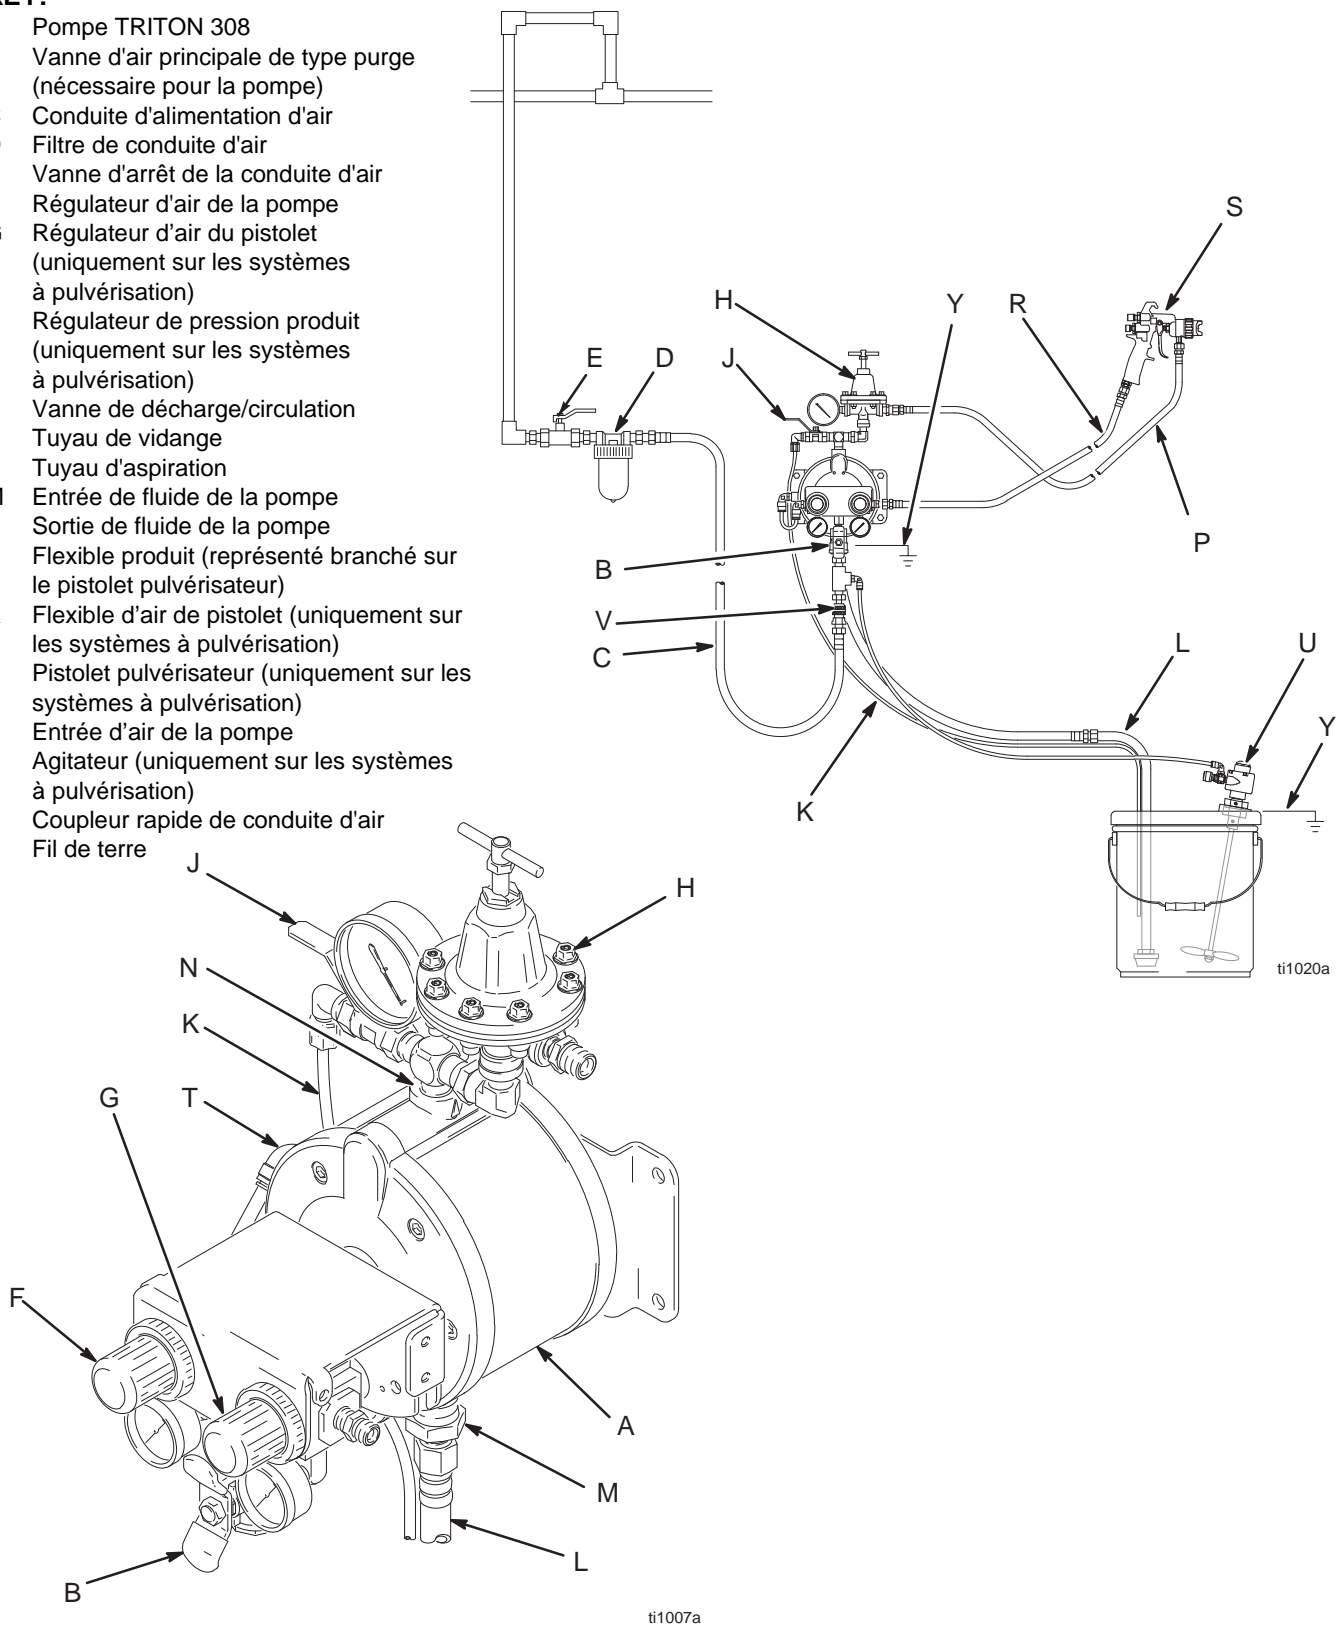

FIG. 2
- La Fig. 2 présente un pulvérisateur HVLP à montage mural. Il s'agit là d'un simple guide pour vous aider à choisir et monter les éléments du système. Contactez le distributeur Graco pour obtenir une assistance lors de la conception d'un système répondant à vos besoins.
Une vanne d'air principale de type purge (B) doit être montée sur votre système pour décharger l'air prisonnier entre cette vanne et la pompe. Consultez la FIG. 2. Cet air prisonnier peut provoquer un fonctionnement inattendu de la pompe et provoquer ainsi des blessures graves, y compris des projections dans les yeux ou sur la peau, des blessures dues à des pièces en mouvement ou une intoxication avec des produits dangereux.
1. Installez les accessoires de la conduite d'air comme indiqué dans la FIG. 2. Fixez ces accessoires au mur ou sur un support. Assurez-vous que la conduite d'air qui alimente les accessoires est électro-conductrice.
- a. La régulation de la pression du produit peut se faire de deux manières, soit en réglant l'arrivée d'air à la pompe à l'aide du régulateur d'air (F) soit en réglant la sortie du produit à l'aide du régulateur de produit (H).
- b. Placer la vanne d'air principale de type purgeur (B) près de la pompe pour libérer l'air emprisonné. Consultez l'**AVERTISSEMENT** à gauche. Placez une autre vanne d'air principale (E) en amont de tous les accessoires de la conduite d'air pour isoler ces derniers pendant les opérations de nettoyage et de réparation.
- c. Montez un filtre à air (D) sur la tuyauterie d'alimentation d'air comprimé pour éliminer les impuretés néfastes, comme les impuretés, l'humidité et l'huile.
3. Installez un flexible d'air conducteur (C) entre les organes et l'entrée d'air de la pompe (T). Utilisez un flexible d'air de 1/4" (6,3 mm) minimum de diamètre intérieur. Vissez un raccord rapide (V) pour conduite d'air sur l'extrémité du flexible d'air et visser la partie en regard sans serrer sur l'entrée d'air de la pompe. Ne branchez pas encore le raccord.
Une vanne de vidange de fluide (J) est nécessaire dans votre système pour relâcher la pression dans le flexible si ce dernier est bouché. Consultez la FIG. 2. La vanne de purge réduit le risque de blessure grave, y compris par projection dans les yeux ou sur la peau, ou par intoxication avec des produits dangereux, lors de la décompression. Installez la vanne à proximité de la sortie de fluide de la pompe. Pour utiliser la vanne comme une vanne de circulation, branchez le tuyau (K) entre la vanne et le seau.